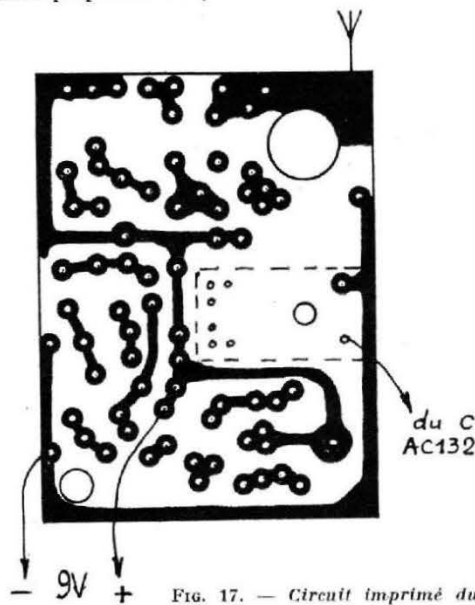

Fig. 17. — Circuit imprimé du récepteur
a) Le circuit imprimé (fig. 17) : Il est réalisé comme indiqué précédemment. Il n'a pas été prévu de connexions directes pour le relais de manière à simplifier le tracé sur cuivre et surtout pour faciliter un démontage éventuel en cas de récupération des pièces pour des raisons diverses : accident, modification, remontage...